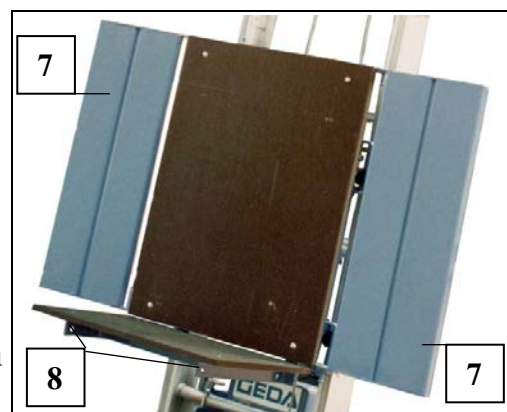

Fig. 43 Platformă universală
- De pe ambele părți se scot piulițele (11) și inelele cu resort de pe șuruburile premontate (M12 x 40).
- Protecția frontală se introduce cu șuruburile (10) în orificiile frontale ale profilurilor frontale portante (vezi poz. 8 Fig. 43) ale platformei universale.
- Se montează în ambele părți inelul cu resort și piulița (11).
- Se strâng ferm ambele piulițe exterioare (11).